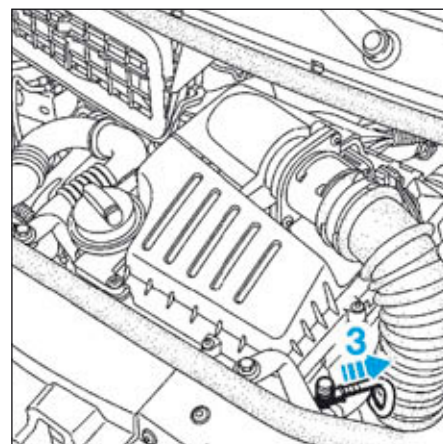

FIG.14
- Déclipper l'embout de purge du circuit d'alimentation en carburant (3) (Fig.14).